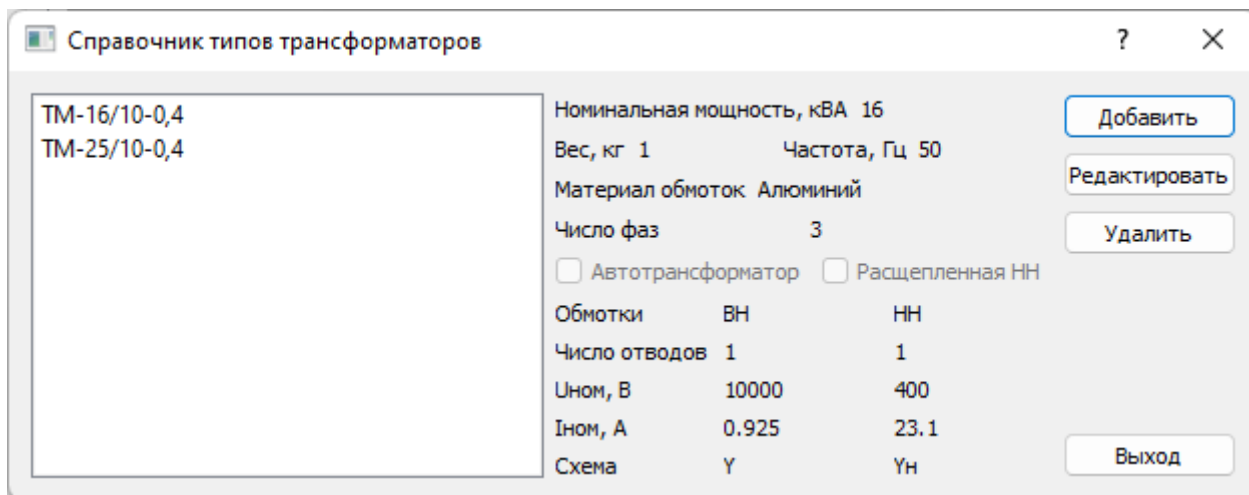

Рис. 32. Справочник типов трансформаторов
**6.1.1.** Открывается справочник через меню «Испытание → Справочник трансформаторов». Внешний вид окна справочника представлен на рис. 32.